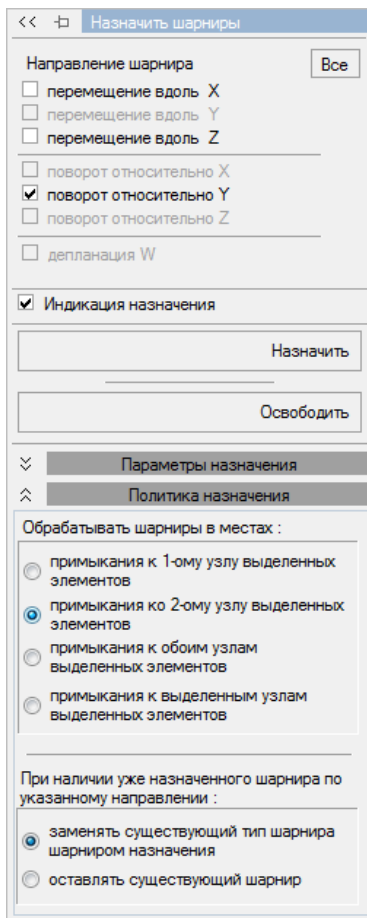

Рис. 136. Панель активного режима Назначить шарниры
- С помощью пункта меню **Схема** → **Назначить шарниры** (кнопка  на панели инструментов) вызовите режим **Назначить шарниры** (рис. 136).